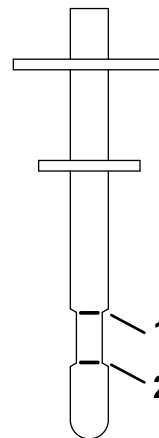

Figure 68
7. Remettez la jauge dans le goulot de remplissage, puis ressortez-la et contrôlez le niveau de liquide (Figure 68).